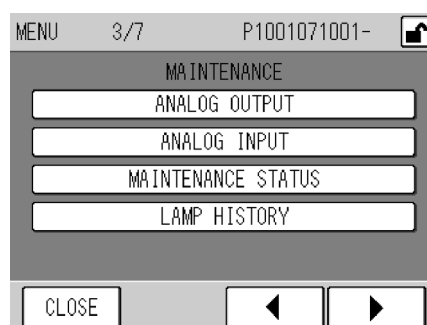

Fig. 59 MENU/MAINTENANCE screen
- MAINTENANCE (Fig. 59 on page 45)